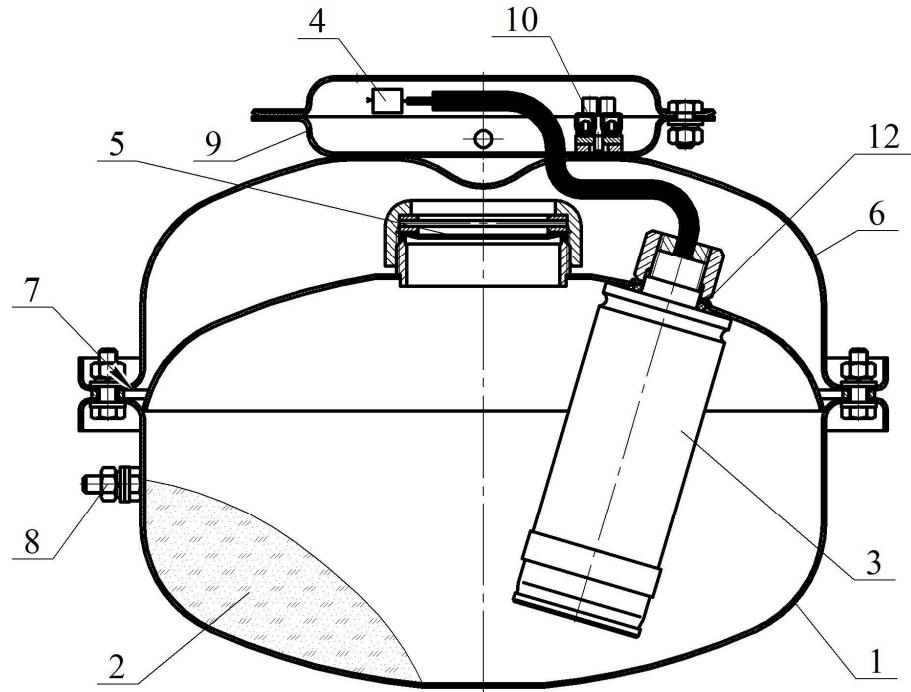
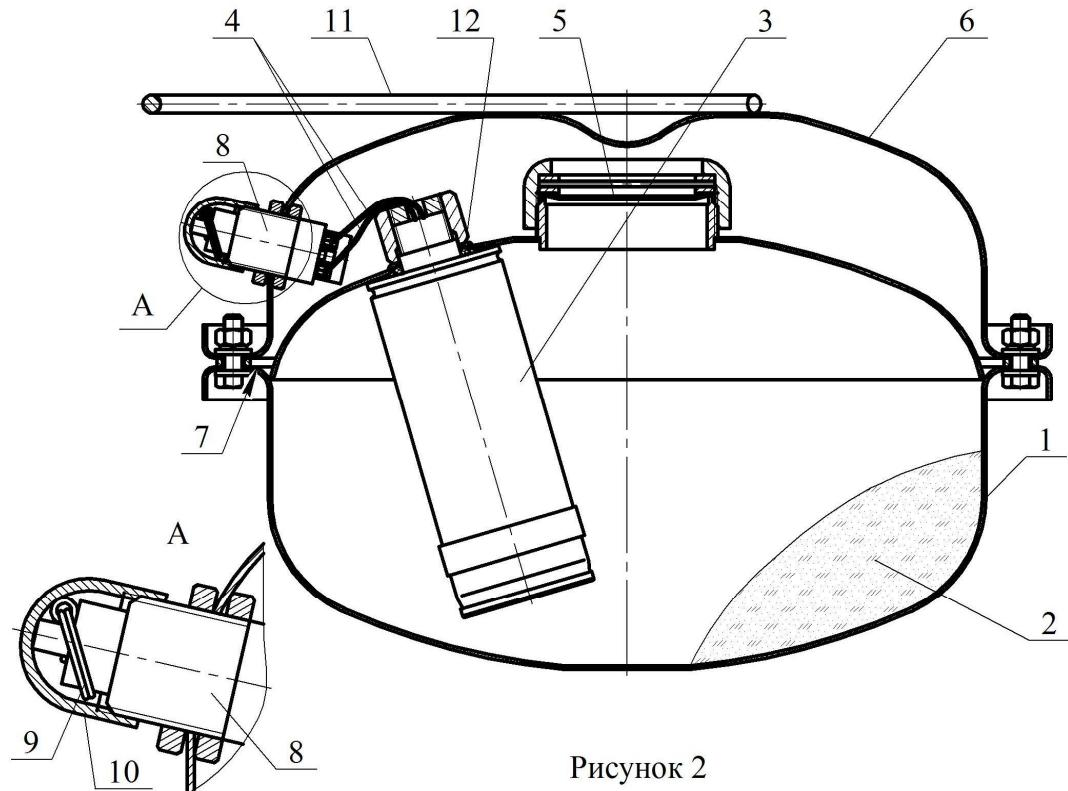
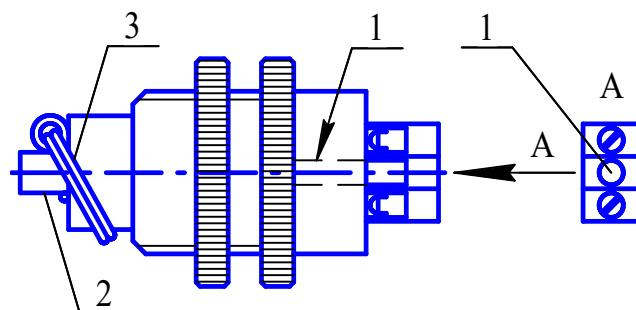

Рисунок 1
Рисунок 2
Рисунок 5
4.1.1 МПП (см. рисунок 1) состоит из корпуса **1**, в котором размещаются огнетушащий порошок (далее по тексту - ОП) **2** и источник холодного газа (далее по тексту - ИХГ) **3** с элементом электропусковым **4**. Сопловое отверстие для выхода ОП из корпуса перекрыто мембранный **5**. Со стороны соплового отверстия корпус **1** соединен с отражателем **6**. Насадок - распылитель **7** для выхода ОП представляет щелевой зазор между корпусом **1** и отражателем **6**. Модуль имеет заземляющий зажим **8**. На отражателе установлен фланец **9**, в котором для соединения выводов элемента электропускового с вводной цепью пускового устройства расположен зажим контактный-винтовой **10**. МПП снабжён кронштейном **11** для крепления к потолочному перекрытию, стене или полу.
4.2.1 МПП (см. рисунок 2) состоит из корпуса 1, в котором размещаются ОП 2 и ИХГ 3 с элементом электропусковым 4. Сопловое отверстие для выхода ОП из корпуса перекрыто мембраной 5. Со стороны соплового отверстия корпус 1 соединен с отражателем 6. Насадок - распылитель 7 для выхода ОП представляет щелевой зазор между корпусом 1 и отражателем 6. На отражателе установлено устройство ручное пусковое 8, которое имеет чеку 9 для запуска МПП и закрыто заглушкой 10. МПП снабжён ручкой 11 для переноса и размещения модуля в зоне пожара.
- хранение МПП без заглушки **10** (см. рисунок 2);
6.1.2 Закрепить кронштейн 11 (см. рисунок 1) на потолке, стене, полу или иной несущей поверхности. Координаты отверстий в кронштейне, предназначенному для крепления МПП, показаны на рисунке 3.
6.2.2 Взять МПП за ручку **11** (см. рисунок 2), свободной рукой с устройства пускового ручного **8** снять заглушку **9** и извлечь чеку **10**.
- ИХГ-5(М)-01 СИАВ 066614.025.000 ТУ для МПП(Н)-5-И-ГЭ-У2, ИХГ-5(М)-02 СИАВ 066614.025.000 ТУ для МПП(Н-Т)-5-И-ГЭ-У2, ИХГ-5(М)-06 СИАВ 066614.025.000 ТУ для МПП(Н-Т1)-5-И-ГЭ-У2 (поз. 3 рисунок 1) или ИХГ-5(М)-05 СИАВ 066614.025.000 ТУ (поз. 3 рисунок 2) для МПП(Н-Р)-5-И-ГЭ-У2 – 1 шт.;
7.4 Для восстановления устройства пускового ручного после срабатывания МПП необходимо через отверстие **1** (см. рисунок 5) в основании устройства поднять шток **2** и закрепить чекой **3**. Для подъема штока **2** необходимо использовать незаостренный стержень диаметром 1,5…2 мм. После восстановления верхнюю часть узла активации закрыть заглушкой **10** (см. рисунок 2).